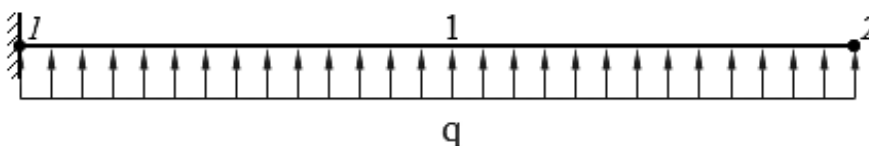

Рис. 5.4 – Схема балки к заданию 4
4. Дана балка с опорой в виде жесткой заделки (см. рис. 5.4). К конструкции приложена равномерно-распределенная нагрузка  $q = 8$ , кН/м. Значение нагрузки задано по вариантам. Длина балки  $l_{12} = 4$  м. Определить числовые значения реакций, возникающих в жесткой заделке.